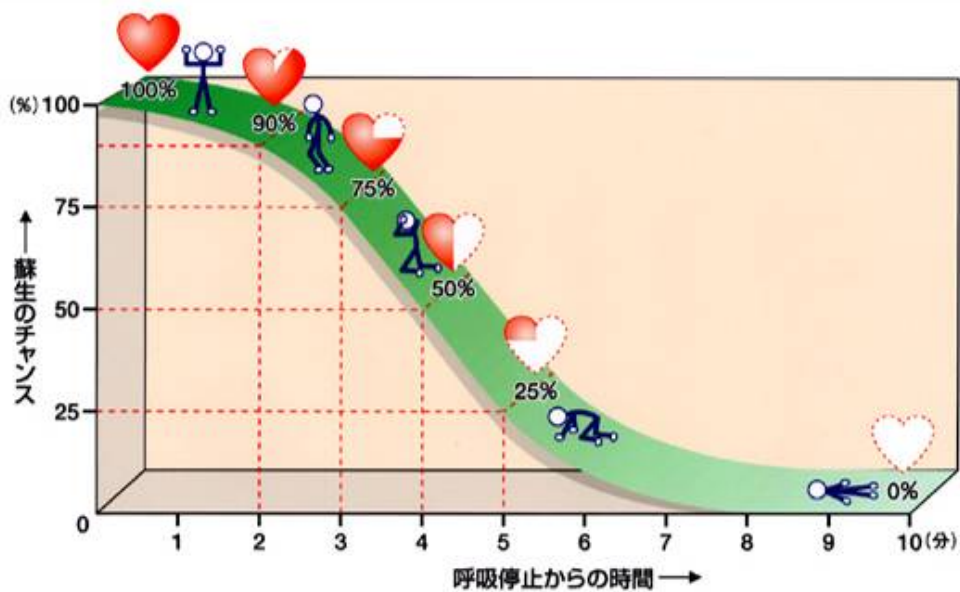

図5：ドリンカーの救命曲線
- (1) 二次災害：煙や刺激臭のない室内に人が倒れていると、何が原因で倒れているのかわからず、慌てて救助に入った人も被害に遭う危険性が高い。
- (2) 判断能力の欠如：酸欠状態の室内に入って頭痛や吐き気、こん睡などの症状が出て、当人が酸欠によってもたらされた症状だと判断できないことがある。
- (3) 酸素濃度が低い場所にさらされる時間が長いほど死亡する確率が高くなる(図5)。二次災害を避けつつも、迅速な対応が必要。